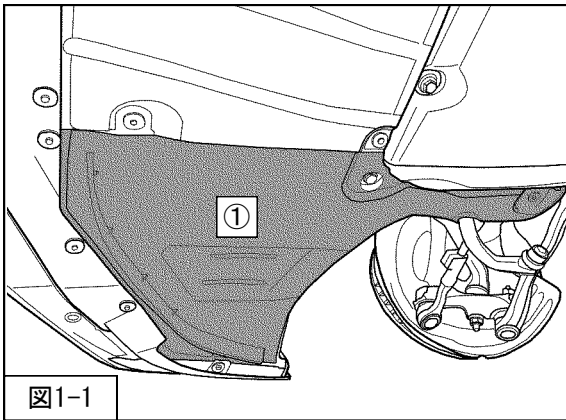

図1-1
2. ①フロントフェンダスプラッシュシールドFRを取外してください。(図1-1)